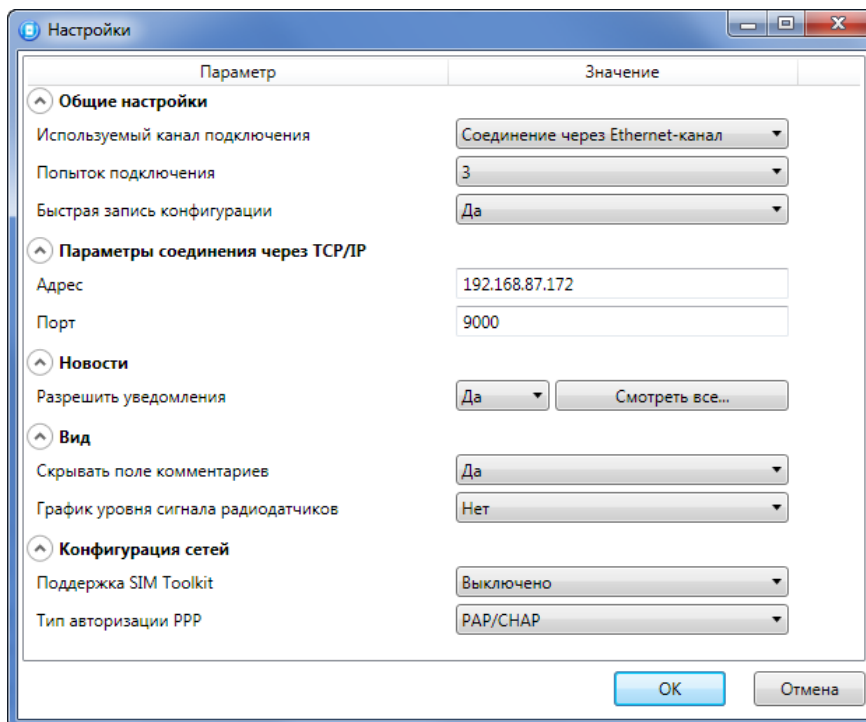

Рис. 6.3. Окно *Настройки*
- 2) В раскрывающемся списке *Используемый канал подключения* вариант *Соединение через Ethernet-канал* и укажите количество попыток подключения (Рис. 6.3).